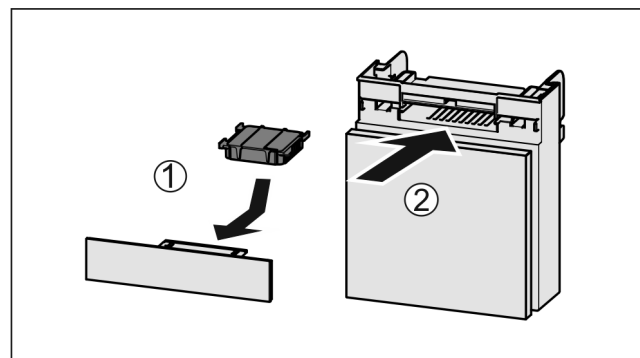

Fig. 191
- ▶ Aktivkohlefilter nach Abbildung einsetzen Fig. 191 (1).
- ▶ Fach einschieben *Fig. 191 (2)*.